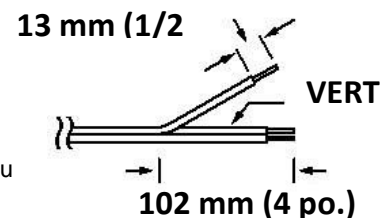

Figure 8. Diviser les fils à l'extrémité du câble du thermostat.
1. À partir de l'extrémité du **câble du thermostat**, diviser chaque fil segments de 4 pouces (102 mm). Dénuder les extrémités des conducteurs sur environ $\frac{1}{2}$ pouce (13 mm). Voir la figure 8.